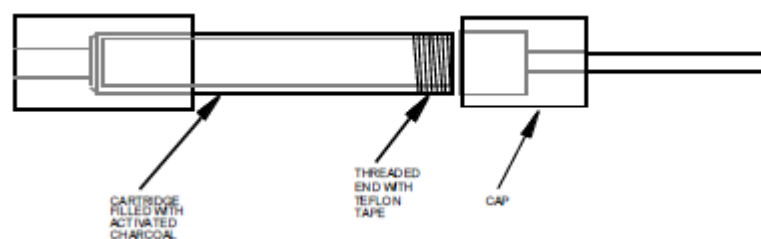

图5-7. 活性炭过滤适配器
2. 旋松采样组件的帽。这将使活性炭筒的末端暴露。（图5-7）